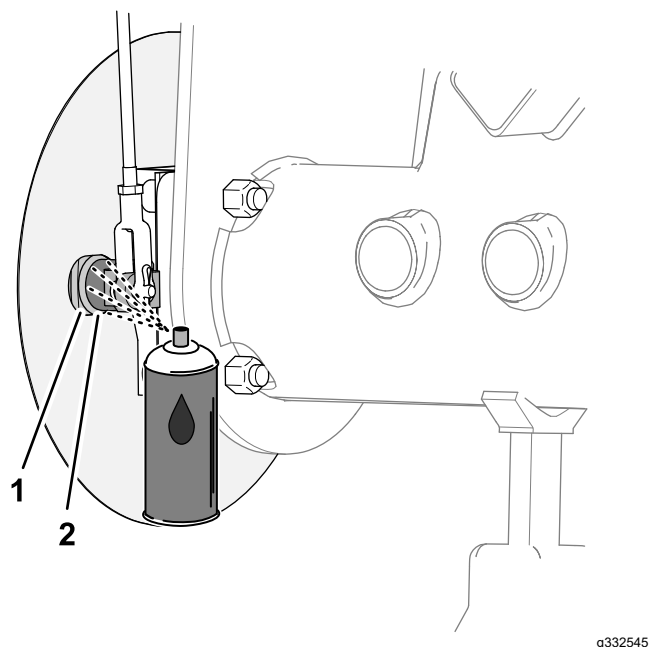
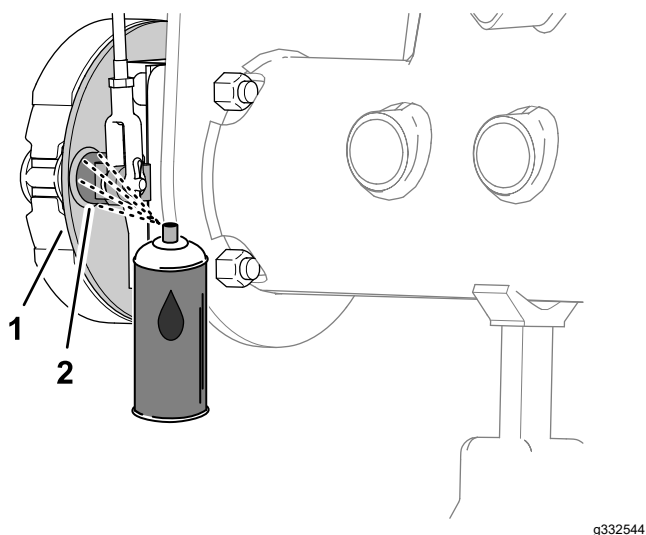

図 69
図 68
1. ブレーキのバックリングプレートの機体中心側ガラスシールド非装着車の場合または、ホイールシールドの機体中心側ガラスシールド装着車の場合に、ブレーキのカムシャフトとバックリングプレートとの間に浸潤性のオイルをスプレーする 図 68 または 図 69。